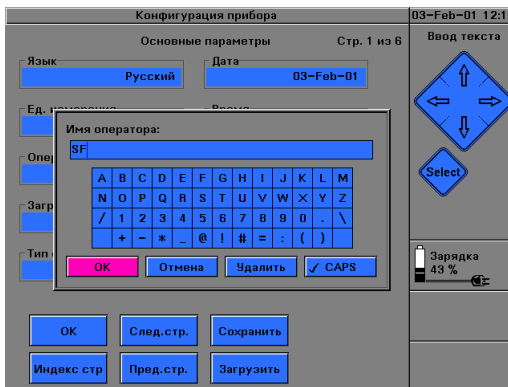

Рис. 47 Клавиатура для ввода текста
- 3 Выберите поле *Комментарий 1* и нажмите кнопку *SELECT*. Будет показана клавиатура для ввода текста (см. Рис. 47). Введите комментарий с помощью этой клавиатуры.